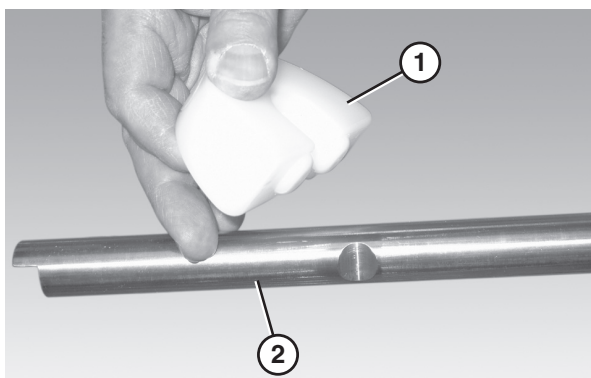

Figure 23
1. Fixez les patins de retour de chaîne (Figure 23, item 1) à l'arbre de retour (Figure 23, item 2).